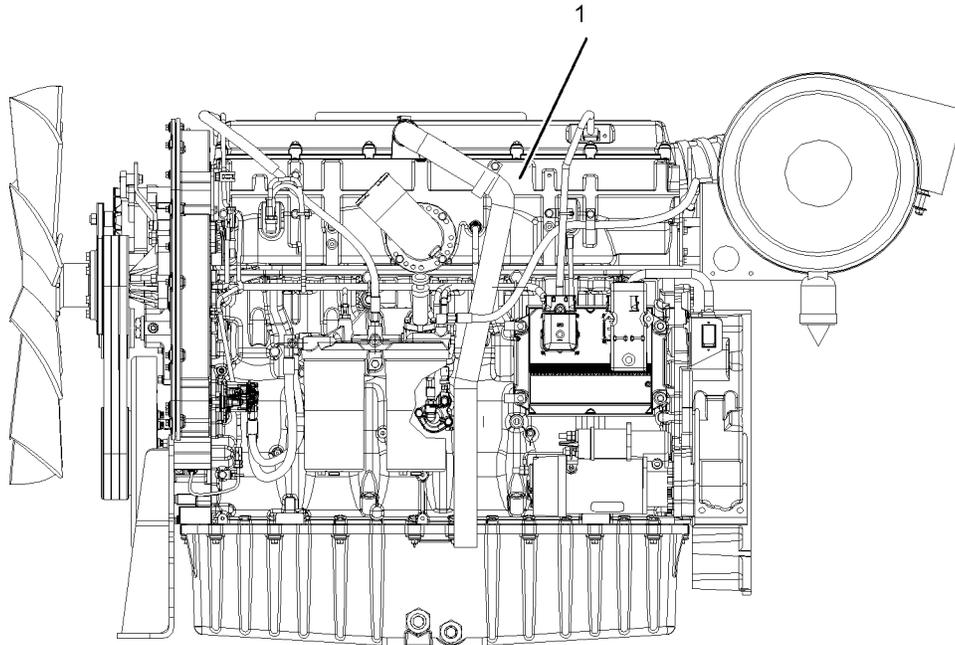

Abbildung 2
Das Schild 'Generelle Warnung' (1) befindet an beiden Seiten des Motors. Siehe Abbildung 2 .